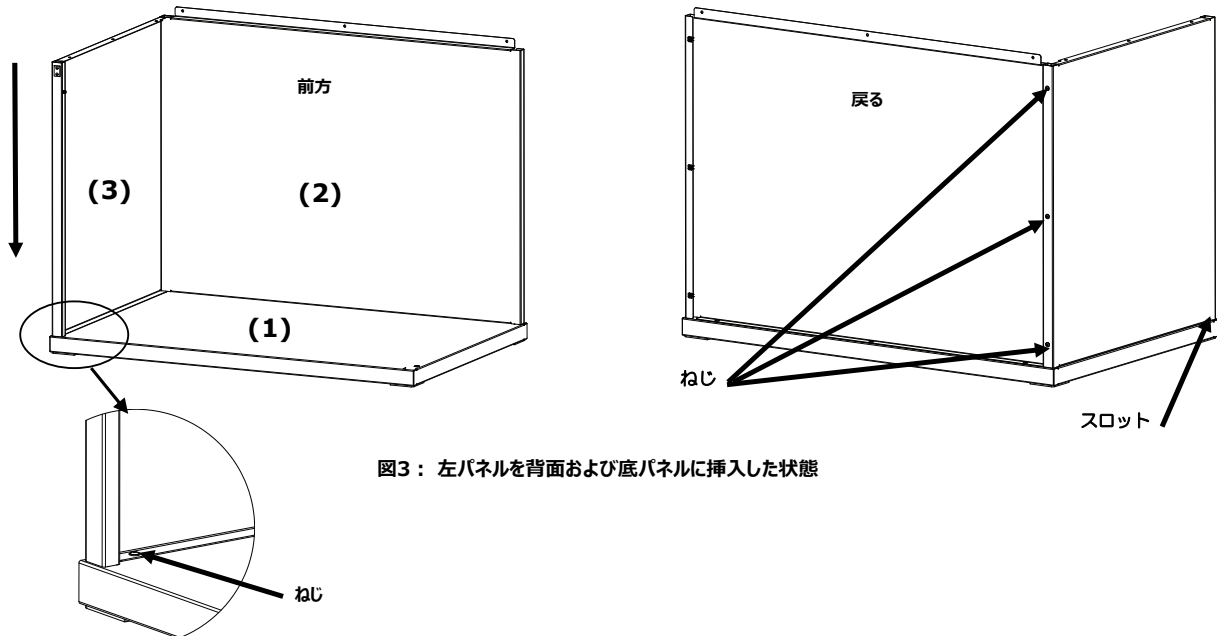

図3：左パネルを背面および底パネルに挿入した状態
3. 背面パネル (2) を押さえながら、左パネル (3) の滑らかな面を、背面パネル (2) の上部端の上にセットします。
4. 左パネル (3) 前方のタブが底パネル (1) に挿入するまで、左パネル (3) を下向きにインタロックチャネルにそってスライドします。図 3 の様に、左パネル (3) を底パネルと背面パネルに 4 本のねじで固定します。